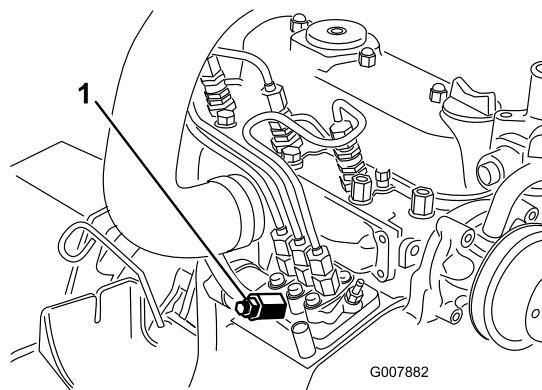

Figura 43
3. Mettete un cencio sotto la vite di spurgo dell'aria, sulla pompa d'inniezione del carburante, ed apritela (Figura 43).